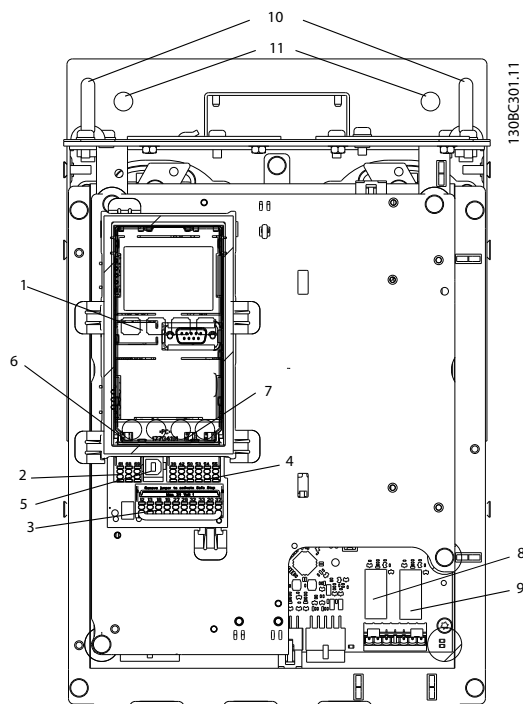

图 6.61 继电器插头的位置，位置 8 和 9
- 拆下标有“RELAY”的所有继电器插头。请参阅图 6.61。